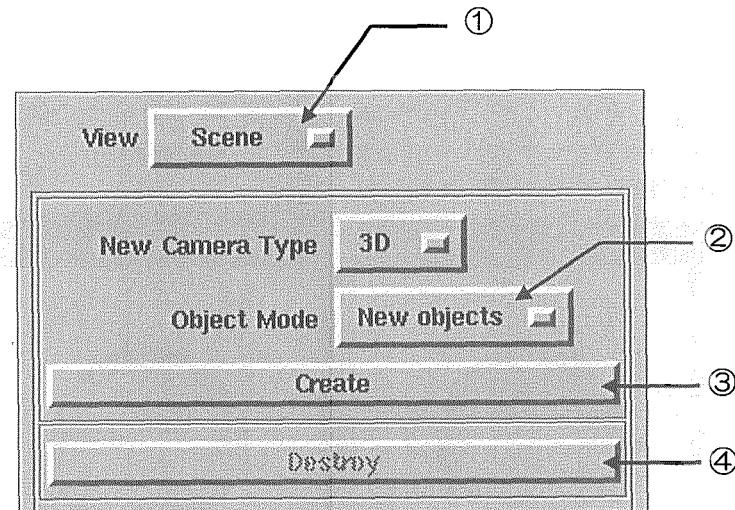

図3-24 [Scene]ビューエディタ・メニュー
現在表示しているオブジェクトと全く同じものを表示するウインドウを1つ追加します。ビューエディタ・メニューから[Scene]を選択します(図3-24 ①)。メニューは図3-24のようになります。
[Object Mode]選択メニューから [Same objects] を選択します(図3-24 ②)。[Create]ボタン(図3-24 ③)を押すと、同じオブジェクトを表示したウインドウが新たに生成されます。ただし、カメラ属性やビュー属性はウインドウ毎に設定されるので、透視投影や背景色の変更などを行なっていてもそれらは新しく生成したウインドウには反映されません。
表示ウインドウのタイトルが "View#1" のウインドウを選択してください。次にビューエディタ・メニューから [Destroy] ボタン(図 3-24 ④)を押してください。"View#1" 表示ウインドウが消去されます。